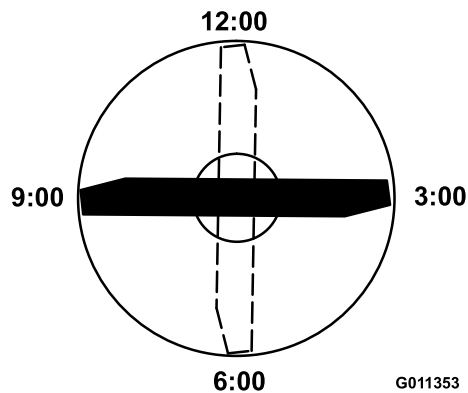

Figura 71
3. Coloque el filo de corte del extremo marcado de la cuchilla en la posición de las 12 (hacia adelante, en el sentido de la siega) y mida la altura desde la mesa hasta el filo de corte de la cuchilla (Figura 71).
4. Gire el extremo marcado de la cuchilla a las posiciones de las 3 y de las 9 y mida las alturas (Figura 71).